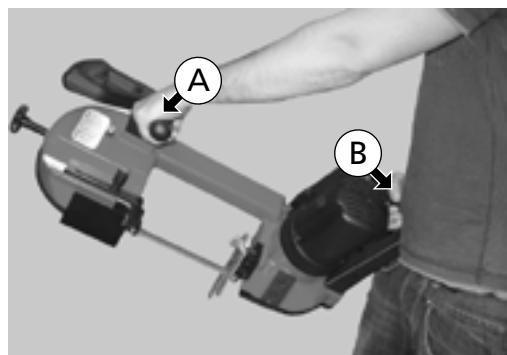
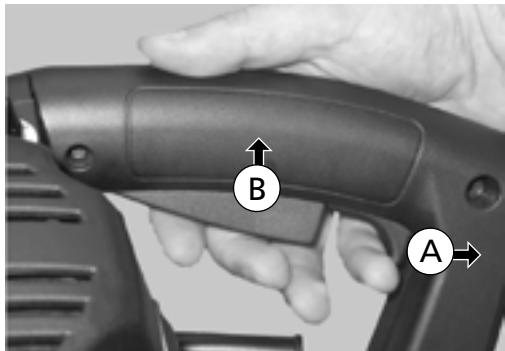

Fig. 42
Fig. 43
Para realizar el corte manual con la sierra de cinta en modo portátil, coja el mango superior con la mano izquierda y el mango inferior con la derecha (Fig. 42).
Elementos de Fig. 42
Con la sierra de cinta sujetada del modo indicado anteriormente (Fig. 42), pulse primero hacia atrás el accionador de desbloqueo (A) y luego hacia arriba el accionador de marcha (B). Ambos gatillos se encuentran situados en el mango inferior (Fig. 43).
Elementos de Fig. 43